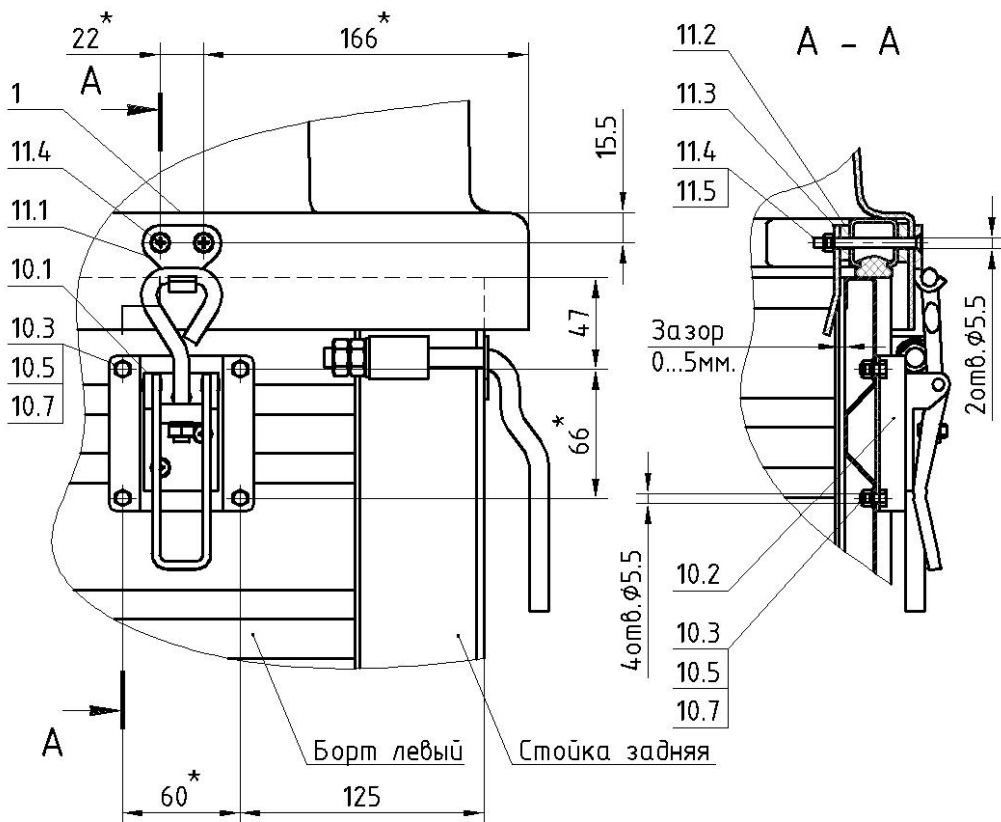

Рисунок 3.
17. Просверлить отверстия $\varnothing 5.5\text{мм}$ под замки 10, используя подставку замка 10.2 как шаблон, на расстоянии 125мм от задней стойки и 47мм от верхнего края борта (рис. 3).
22. Установить в соответствующем порядке (рис. 3, сечение А-А) винты 11.4, крючок 11.1, проставочную пластину 11.2 и ловушку 11.3.